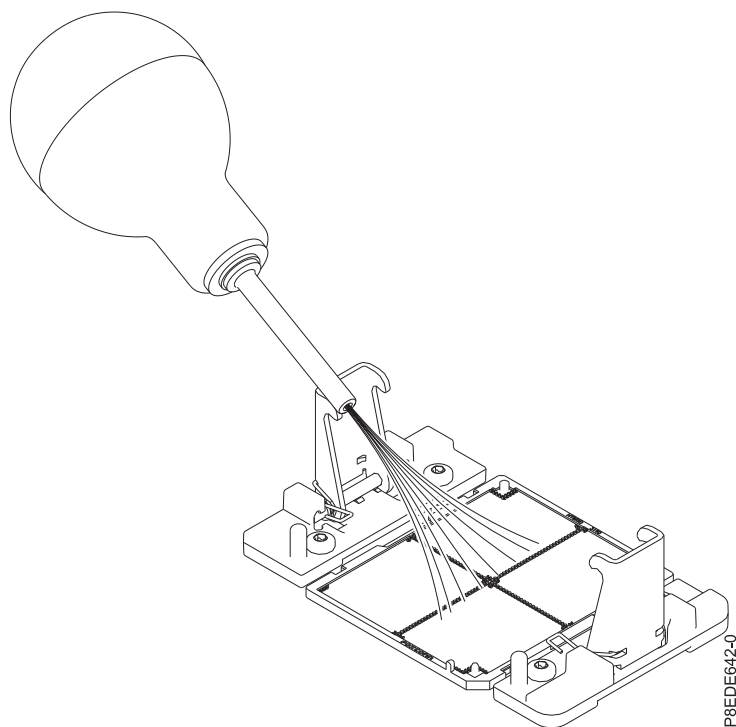

図 36. システム・プロセッサ・ソケットからほこりやごみを除去
- a. システム・プロセッサ・ソケットにほこりやごみが付着している場合は、提供されているエアポンプ (部品番号 45D2645) を使用してソケットをきれいにします。ソケットの中央から両側に向かって空気を少し吹き出します (37 ページの図 36 を参照)。